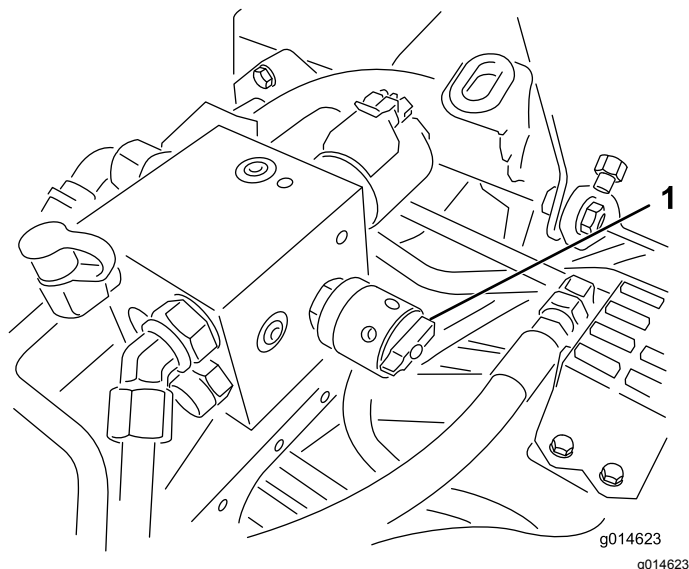

Bild 48
4. Drehen Sie zum Einstellen der Spindeldrehzahl das Handrad (**Bild 48**), bis die Zeiger auf die Nummer zeigen, die der gewünschten Einstellung entspricht.